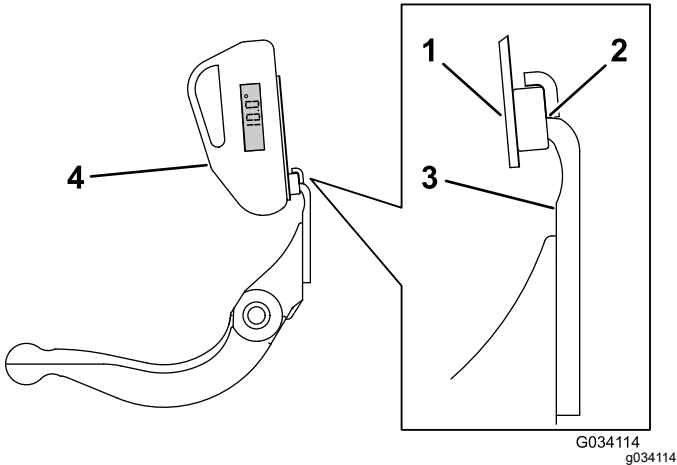

图 24
4. 如 图 24所示将角度指示器放置到底座上。
- 3. 将角度指示器底座放在底刀边缘上以使磁体边缘与底刀边缘紧密配合 图 24。